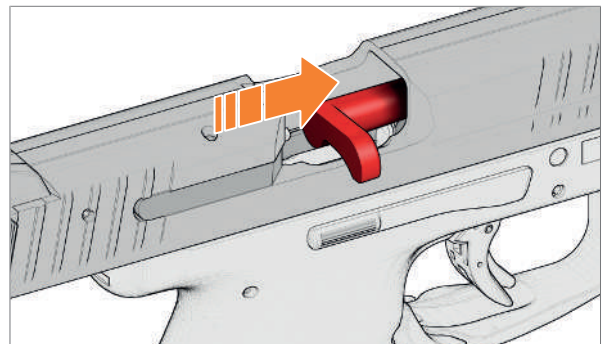

Abb. 30: Sicherheitsfahne einsetzen
3. Sicherheitsfahne in das Patronenlager einsetzen (Abb. 30).